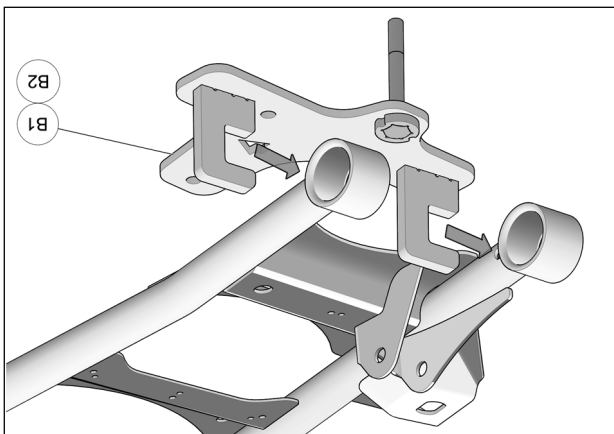

Fig. 6
6. Positionner l'ancrage anti-rotation (B1-B2) sous le bras de suspension arrière; les ouvertures en « C » doivent se positionner aux tubes du bras de suspension. Voir la Fig. 6